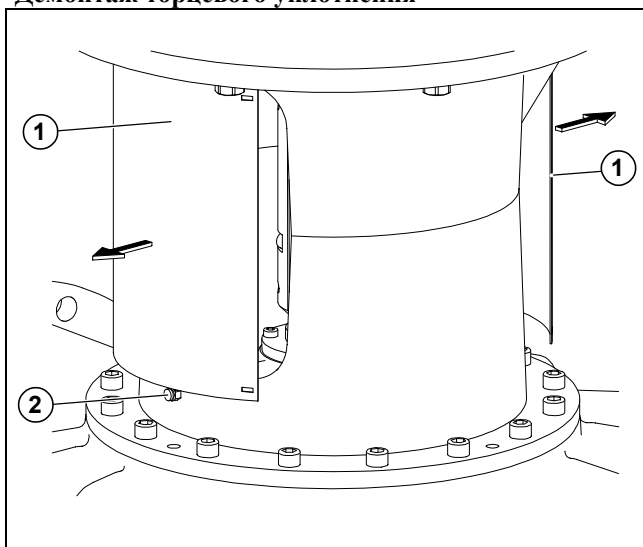

Рис. 6
- демонтировать кожух муфты (рис. 6, поз. 1),
- демонтировать торцевое уплотнение (см. раздел 7.3.1, рис. 6..13),